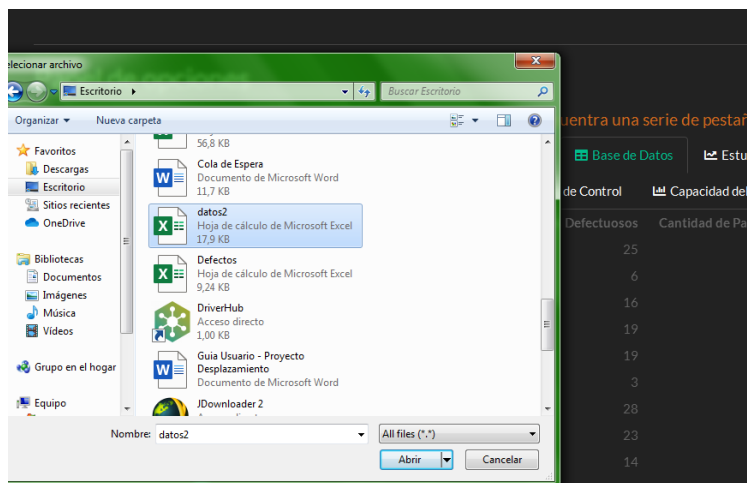

Imagen 11. Estudio final
2. Seguidamente, pararse sobre la segunda pestaña “Base de Datos” y en contados segundos deberá aparecer una ventana del Explorador de Windows. Por medio de esta, el usuario buscará y seleccionará la base de datos de su interés. El archivo debe estar estructurado de tal manera que cada columna signifique una variable diferente, es decir, la columna contiene todas las mediciones realizadas a cada característica y no se debe separar por columnas las repeticiones (esto R lo hará internamente al tomar cada columna), tal como se muestra en la imagen 11.